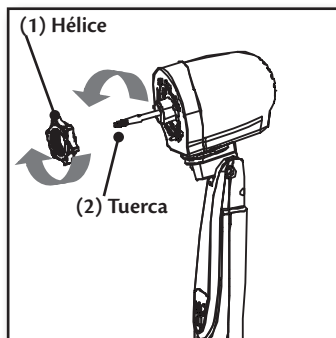

Figura 3.
1. Retire la tuerca de plástico (2) de la caja del motor del ventilador. **Figura 3.**